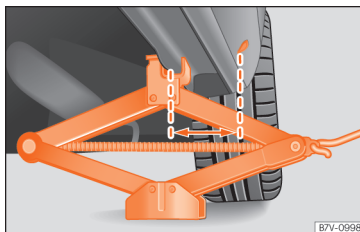

Abb. 48 Wagenheber hinten an der linken Fahrzeugseite angesetzt.
- Drehen Sie die Kurbel des unter dem Aufnahmepunkt des Längsträgers befindlichen Wagenhebers*, bis sich die Nase » » **Abb. 48** unter der vorgesehenen Einführung befindet.